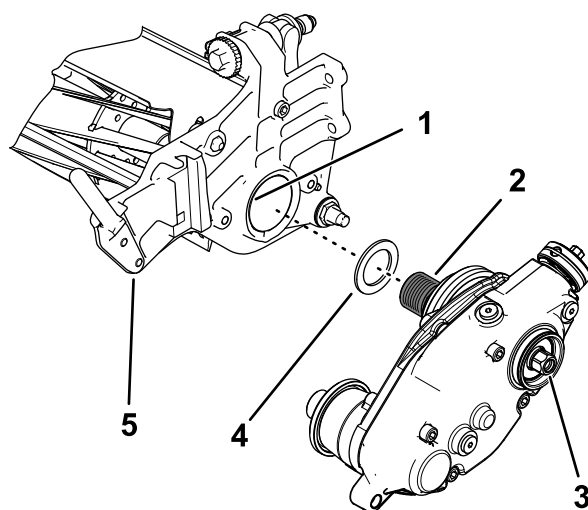

Figure 7
2. Enfilez la rondelle de calage sur le filetage de l'adaptateur du cylindre (Figure 7).
4. Fixez le boîtier d'entraînement du groomer à l'arbre du cylindre (Figure 7).
6. Le cylindre étant bloqué, serrez la tête hexagonale de l'arbre du boîtier d'entraînement à un couple de 135 à 150 N·m ; voir Figure 7.